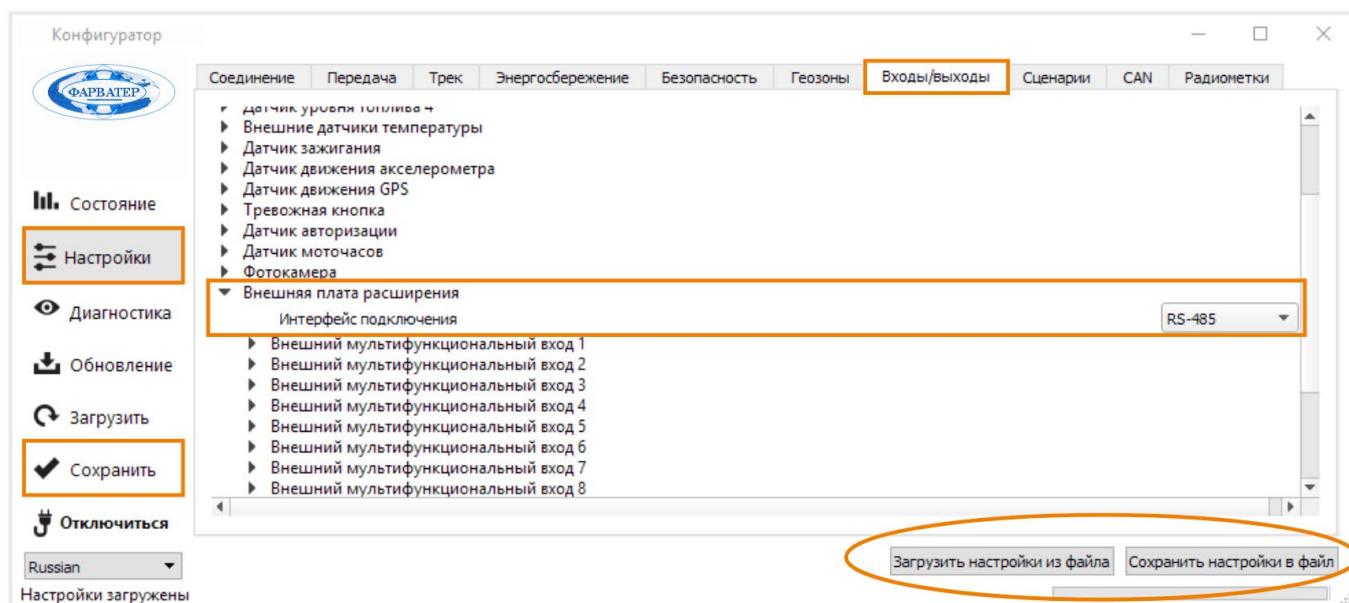

Рис.4.3.
- Вбери́те способ подключения к терминалу в пункте «Внешняя плата расширения» - «Интерфейс подключения» - RS-485 (Рис.4.3.).
Программа «Конфигуратор» имеет функции сохранения настроек в файл и загрузки настроек из файла с расширением *.vsf. Соответствующие кнопки находятся в правом нижнем углу окна программы (Рис.4.3.). Эта функция может использоваться как для ускорения процесса настройки нескольких однотипных устройств, так и при обращении в техподдержку для большей информативности описания неполадок.